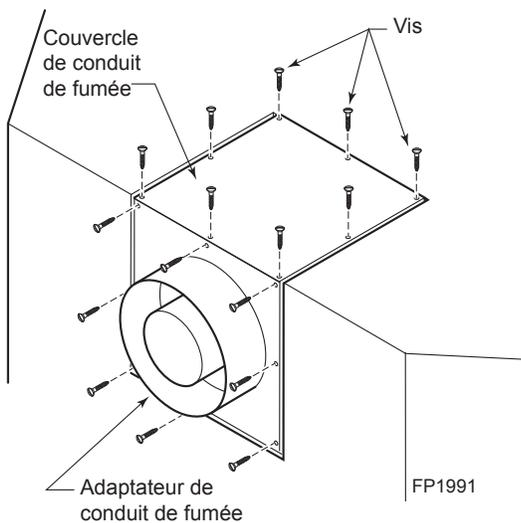

Figure 7 - Retirez sieze (16 vis de l'adaptateur et du couvercle de conduit de fumée
1. Enlevez les huit (8) vis fixant l'adaptateur du conduit de fumée au corps du foyer. *Figure 7*
3. Retirez les huit (8) vis fixant le couvercle du conduit de fumée à la partie supérieure du boîtier d'admission et retirez le couvercle et le joint d'étanchéité. *Figure 7*